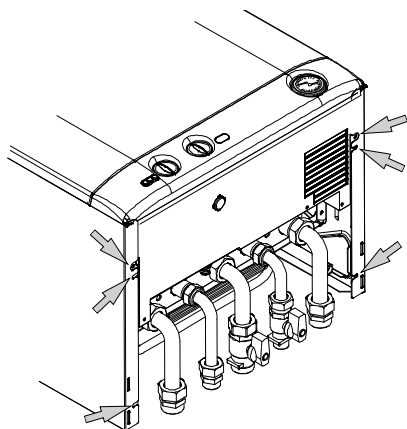

Figura 5.5
- Svitare le viti indicate in Figura 5.5.